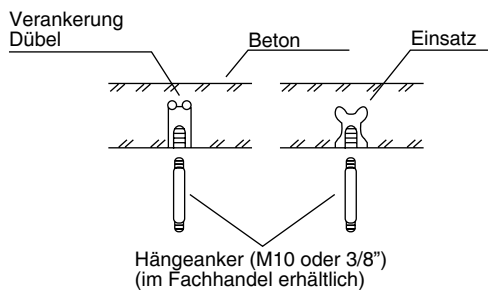

**Abb. 3-37**
- (1) Das Originalmaßstab-Diagramm (mitgeliefert) an der Stelle der Decke anlegen, an der die Inneneinheit montiert werden soll. Mit einem Bleistift die Bohrlöcher markieren. (Abb. 3-37).